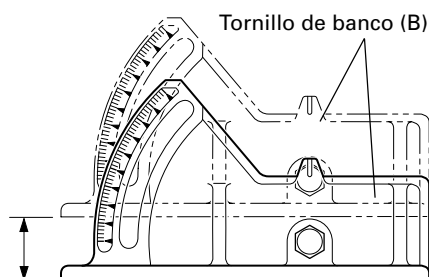

Fig.14
4. Cómo mover la mordaza fija (Fig.14)